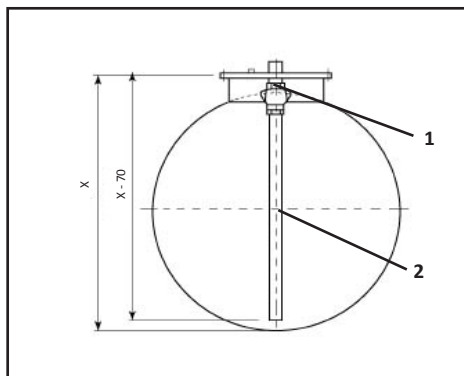

Figure 1
- 3 : Raccorder le tuyau (position 2/Figure 1) au limiteur :